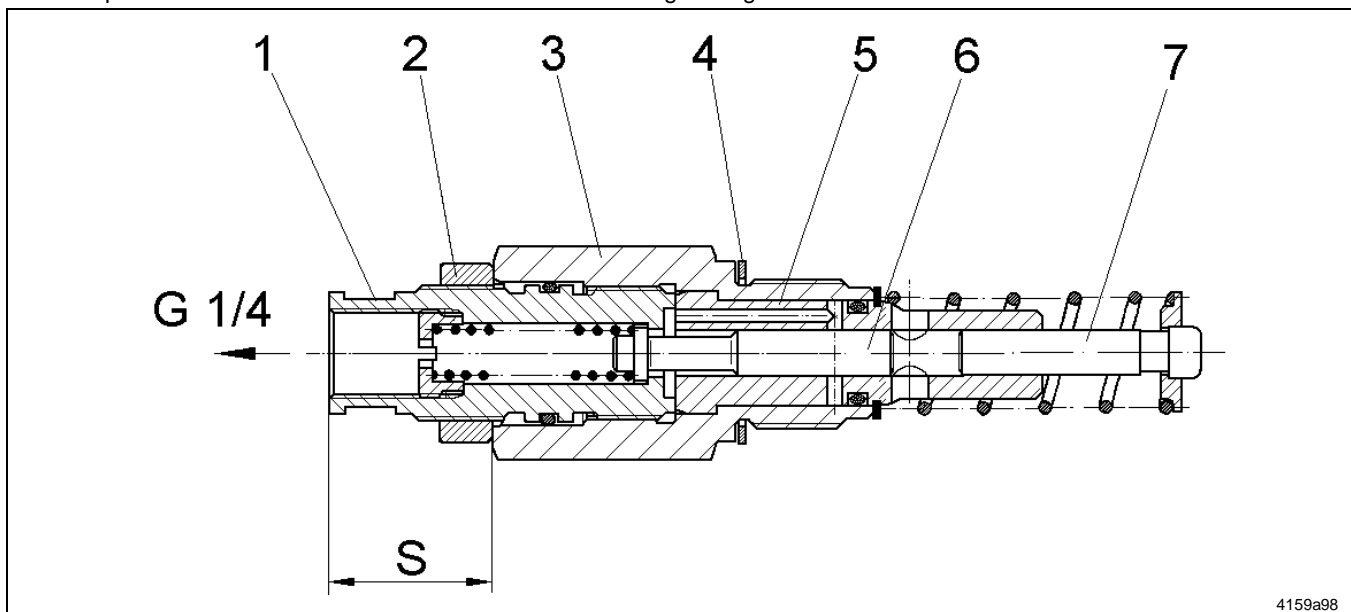
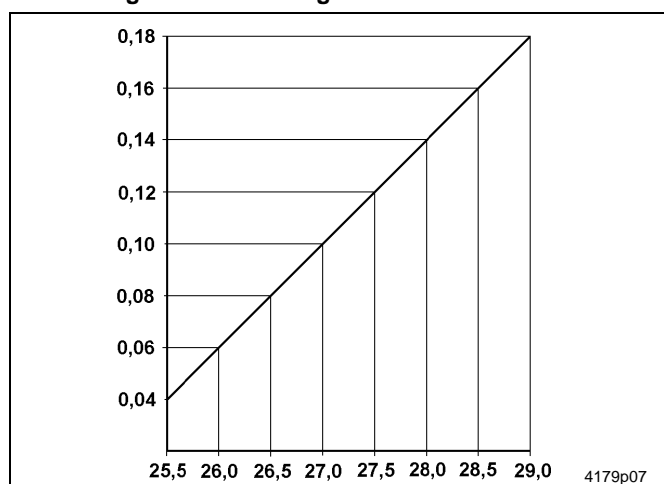

Abb. 4 Schnittbild: regulierbares Pumpenelement
Abb. 5 Schnittzeichnung der Pumpe 205
- Die Kontermutter (2) lockern, dabei den Pumpenelementkörper (3) mit einem zweiten Schlüssel festhalten.
- Regulierspindel (1) mit einem Schraubenschlüssel verstellen:
- Das Maß „S“ in Abb. 4 kann in Abhängigkeit von der gewünschten Fördermenge aus Abb. 5 ermittelt werden.
- Regulierspindel (1, Abb. 4) aus Pumpenelementkörper (3) herausrauben bis „S“ ca. 30 mm
- Kontermutter (2) auf den Anschlag an der Regulierspindel (1) einschrauben
- Regulierspindel (1) mit Kontermutter (2) bis auf Anschlag in den Pumpenelementkörper (3) schrauben
- Maß „S“ auf gewünschten Wert entsprechend dem Förderdiagramm (Abb. 5) einstellen.